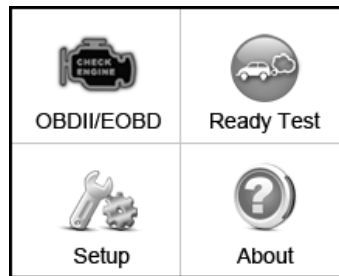

Bild 5.1
- Benutzen Sie die SCROLL Taste um Bereit Test aus dem Hauptbildschirm (Bild 5.1) zu wählen und drücken Sie die EINGABE/Verlassen Taste.